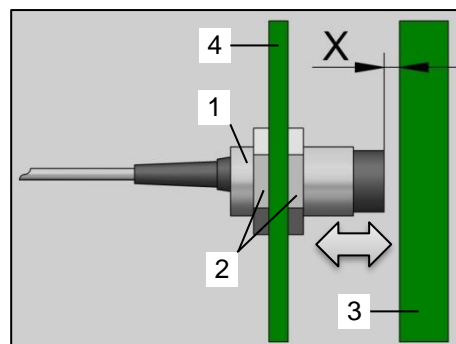

Bild 89: Öffner & Schließer
- Verfahren Sie das Stellteil mit dem Signalgeber (Bild 89 / Pos.3) so, dass eine Überdeckung mit dem Sensor (Bild 89 / Pos.1) stattfindet.
- Lösen Sie die beiden Muttern (Bild 89 / Pos.2) am Sensor (Bild 89 / Pos.1).
- Verdrehen Sie die beiden Muttern (Bild 89 / Pos.2), bis das Abstandsmaß X zwischen Sensor und Signalgeber erreicht ist.
- Ziehen Sie die beiden Muttern (Bild 89 / Pos.2) unter Berücksichtigung des maximalen Anzugsmoments wieder an.